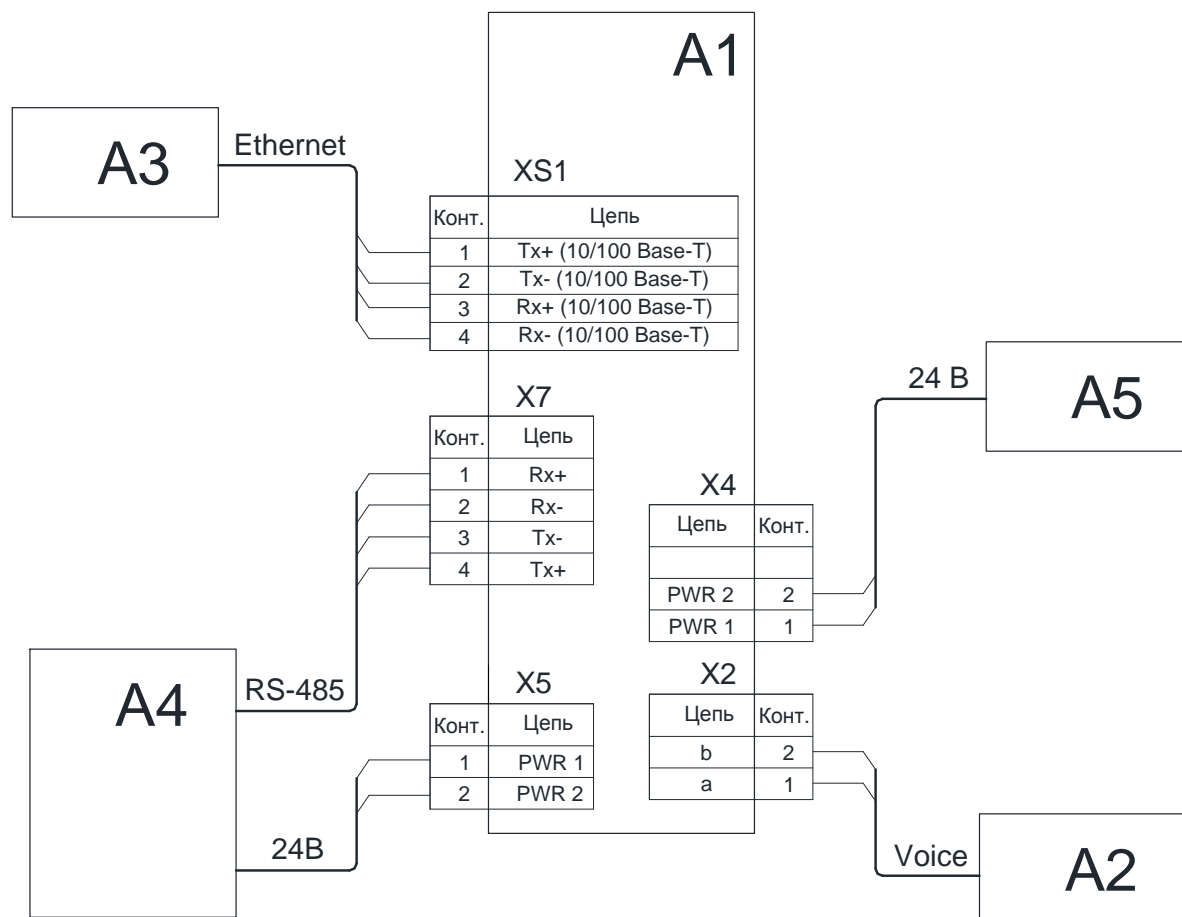

Рисунок 6.2 – Выносной радиомодуль «BPM-V».
- проверить схему подключения (рис.6.2);